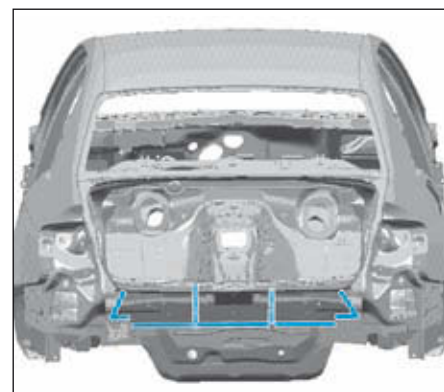

FIG.142
- Tracer puis découper la jupe arrière (Fig.142).